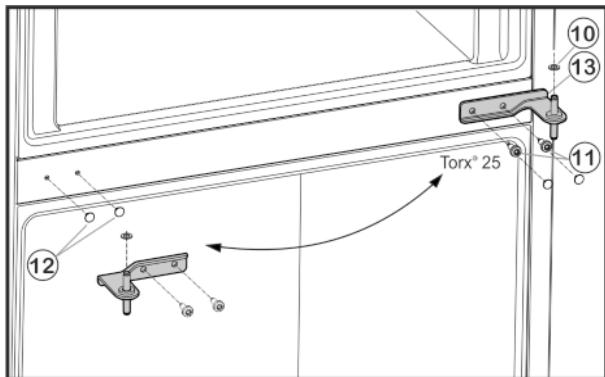

Fig. 5
- ▶ Внимателно издърпайте капаците Fig. 5 (12) и отново ги поставете на срещуположната страна.